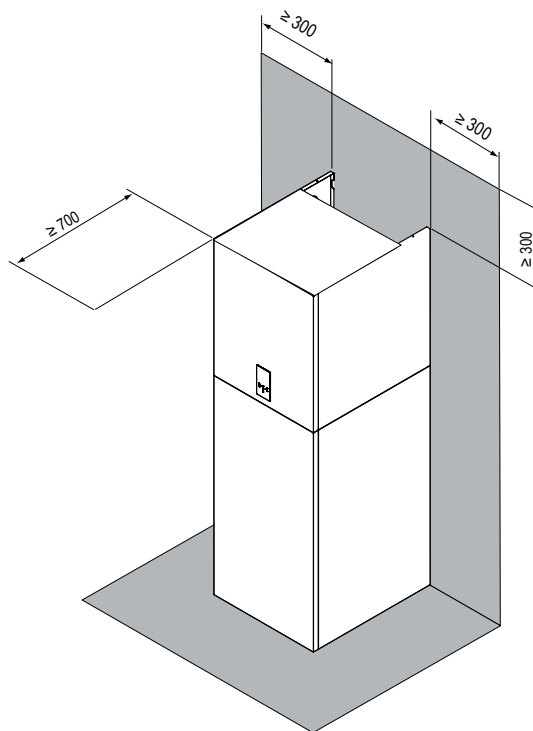

fig. 8 - zonă de exploatare minimă, pentru unitatea internă
- Spațiul de jur-împrejurul unității să permită efectuarea operațiunilor de întreținere; consultați fig. 8.